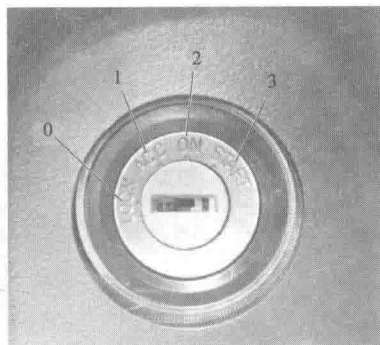
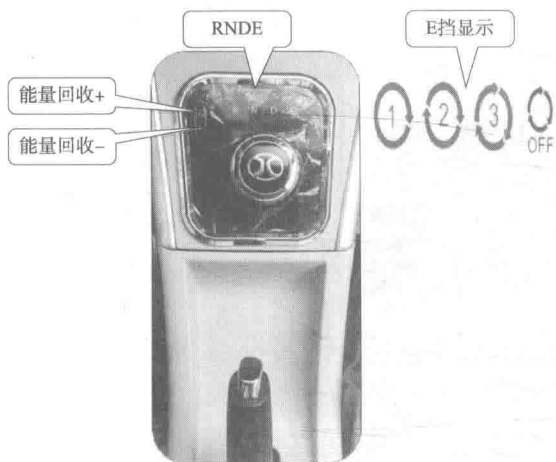

图 1-1-8 北汽 EV 起动开关
图 1-1-9 北汽 EV 换挡杆
(5) 起动开关。北汽 EV 系列车型起动开关如图 1-1-8 所示。
① 起动开关分为 4 个挡位:
c. 位置 2 (ON)。所有的仪表、警告灯和电路可以工作, 高压上电, 待仪表 READY 灯点亮后, 进入行车准备状态, 车辆可以行驶。
② 解除转向锁: 插入起动钥匙, 在将起动钥匙向 1 挡位置转动时, 稍微转动转向盘, 可以解除转向锁。
③ 锁止转向盘: 按下钥匙后, 转动转向盘, 直到被锁止。
(6) 换挡杆。北汽 EV 系列车型换挡杆如图 1-1-9 所示。
挡位在 E 挡时点亮, 共 4 个状态, 表示 3 个回收强度和回收关闭(图 1-1-9 所示 E 挡显示)。